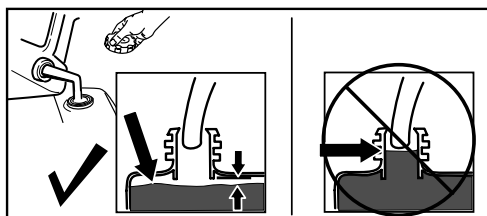

Figure 13
Ne remplissez le réservoir de carburant au-dessus du goulot de remplissage (Figure 13).
- Retirez l'obstruction de la goulotte; voir Dégagement de la goulotte d'éjection \(page 17\). Dégagez la goulotte à l'aide de l'outil de nettoyage (Figure 13), jamais avec la main.